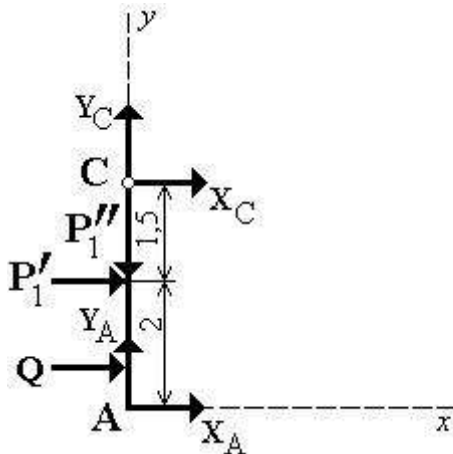
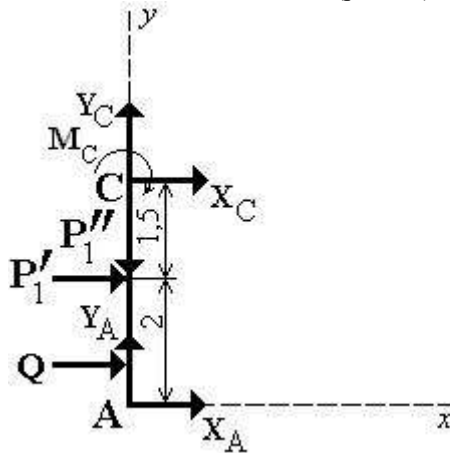

Рис. 12
Рис. 14
Второе уравнение с неизвестными X_A и Y_A получим, рассмотрев систему уравновешивающихся сил, приложенных к части конструкции, расположенной левее шарнира C (рис. 12):
Системы сил, показанные на рис. 12 и 13, ничем друг от друга не отличаются. Поэтому уравнение (2) остается в силе. Для получения второго уравнения рассмотрим систему уравновешивающихся сил, приложенных к части конструкции, расположенной левее скользящей заделки С (рис. 14).